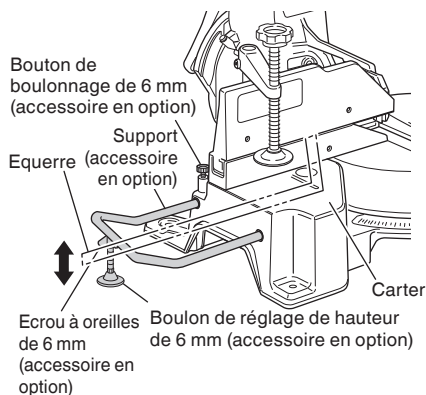

Fig. 13
- (1) Comme indiqué à la Fig. 13, utiliser une équerre en acier pour aligner le bord supérieur des supports sur la surface du socle. Desserrer l'écrou à oreilles de 6 mm. Tourner un boulon de réglage de hauteur de 6 mm, et régler la hauteur du support.
- (2) Après le réglage, serrer fermement l'écrou à oreilles de 6 mm et fixer le support avec la vis moletée de 6 mm (accessoire en option). Si la longueur du boulon de réglage de la hauteur de 6 mm est insuffisante, insérer une plaque mince dessous. S'assurer que l'extrémité du boulon de réglage de la hauteur de 6 mm ne dépasse pas du support.